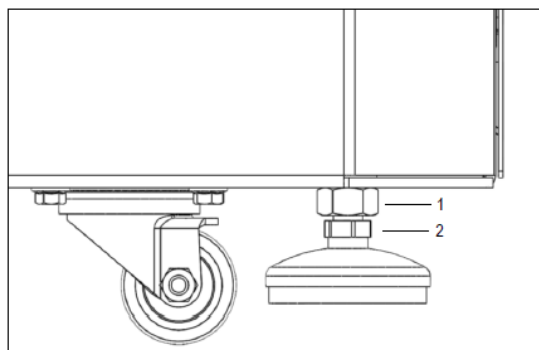

Figura 3
- Sólo FC5917RF y FC5917RF Short: Coloque la centrifugadora en el lugar previsto. Desenrosque la contratuerca (1) con una llave fija AF M16 (véase **figura 3**). Gire las patas del aparato (2) hacia abajo con una llave de boca AF M13 hasta que estén firmemente apoyadas en la superficie del suelo. Ahora la centrifugadora debe nivelarse horizontalmente, utilizando las cuatro patas del aparato. Para ello, monte el rotor correspondiente en el eje del motor y coloque sobre él un nivel de burbuja. Después de nivelar las patas del aparato, apriete la contratuerca. Los rodillos ya no deben tocar el suelo.